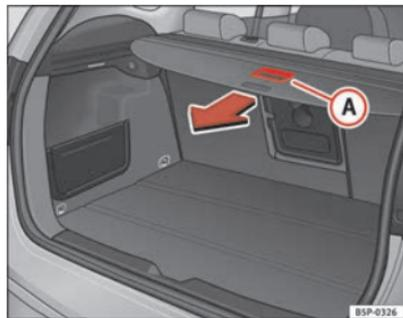

Fig. 123 Accionamento da chapeleira
- Puxar para trás a chapeleira com o puxador **A** até ouvir um «clique» ⇒ fig. 123.